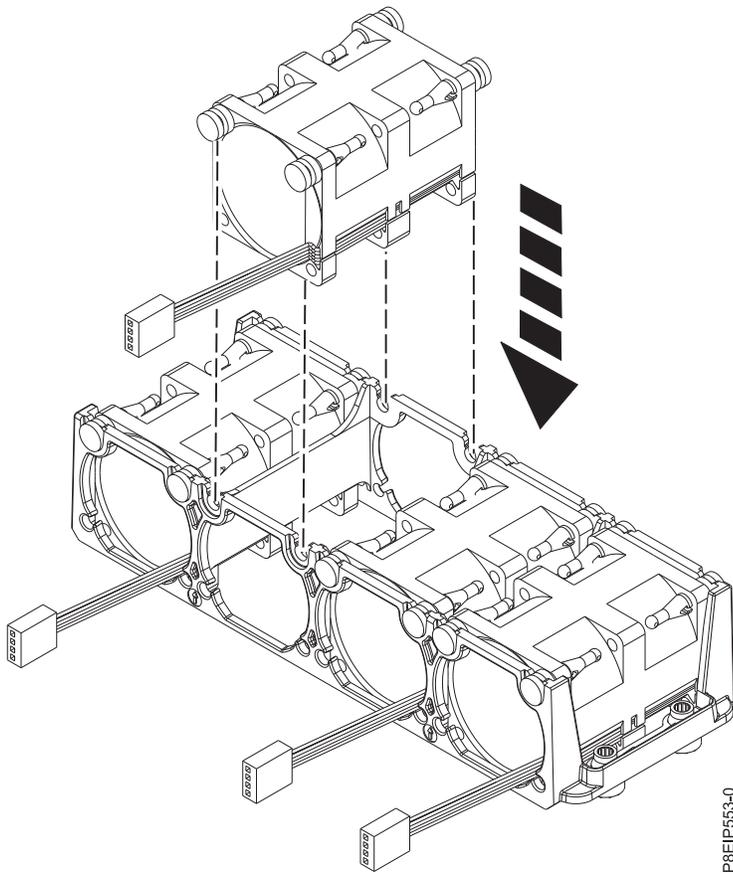

Figura 14. Recolocando um Ventilador
2. Com o suporte do ventilador levantado, empurre o ventilador no compartimento conforme mostrado na Figura 14 na página 18. Passe os fios do ventilador através do suporte do ventilador. Alinhe os suportes no ventilador com os slots no suporte do ventilador.